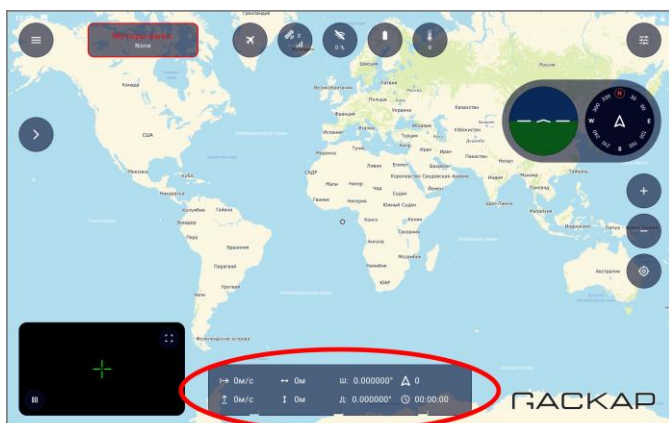

Рисунок 52
- в главном окне ПО длительно нажать на панель телеметрии (рисунок 52);